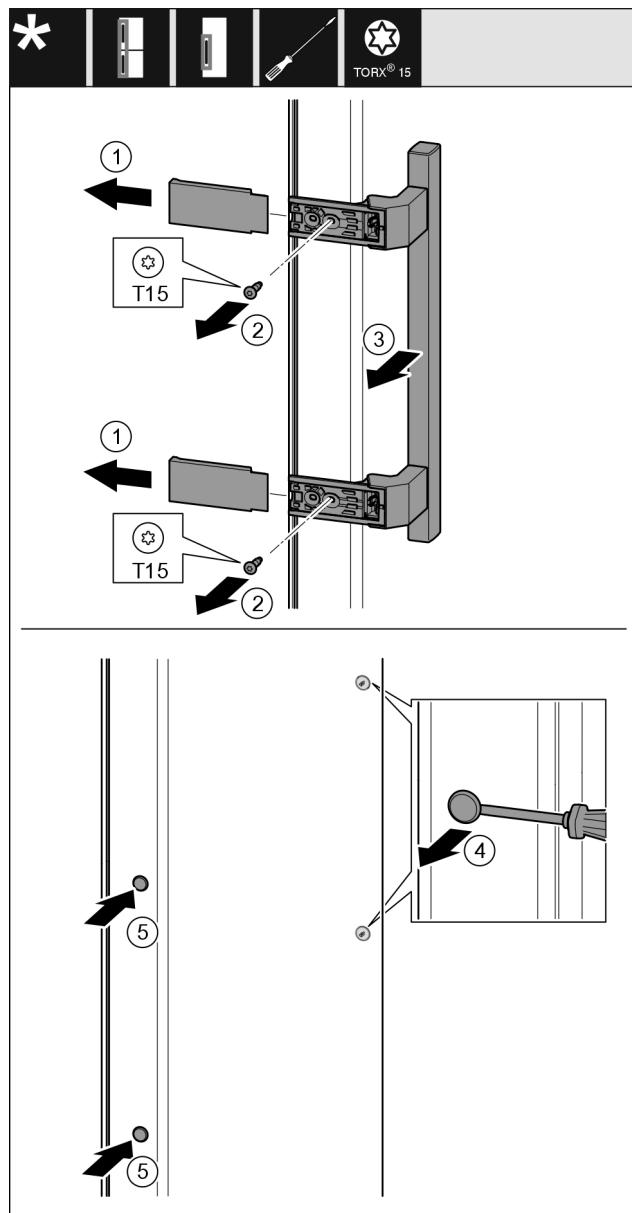

Fig. 18
- 拆下盖板 Fig. 18 (1)。
- 用螺丝刀将螺钉 Fig. 18 (2)旋开。
- 取下把手 Fig. 18 (3)。
- 用带槽螺丝刀小心地提起侧边的堵头 Fig. 18 (4)并将其拉出。
- 将堵头 Fig. 18 (5)重新放入另一个侧。